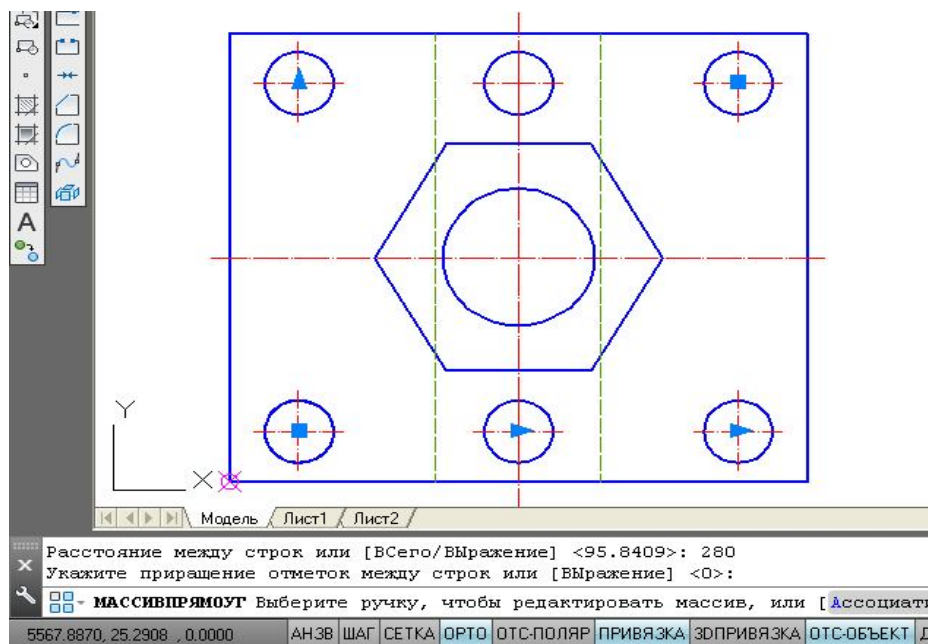

Рис. 66. Использование команды *Массив*
3.7. Выполнить копирование окружности с помощью команд **Редактирование** → **Массив** → **Прямоугольный** (см. подр. 3.2.4). В процессе построения можно выбрать объекты копирования до обращения к команде **Массив**, затем необходимо выбрать опции и ответить на запросы программы (см. рис. 66):